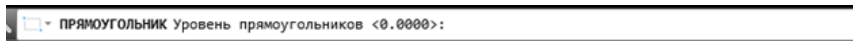

Рис. 41. Сообщение в командной строке для ввода параметра *Уровень*
- в командной строке перед указанием точки первого угла вводим параметр *Уровень* (буква *У*) и нажимаем *Enter*. Появится сообщение (рис. 41);